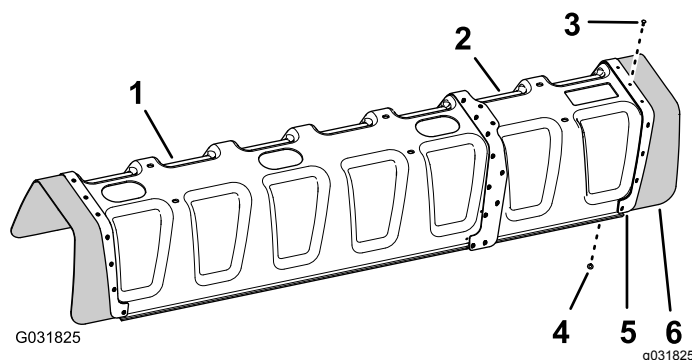

**Figura 181**
4. Fissate la prolunga della copertura alla copertura della sezione a 11 ugelli (Figura 181) con 11 ribattini con spina (N. cat. Toro 114439).